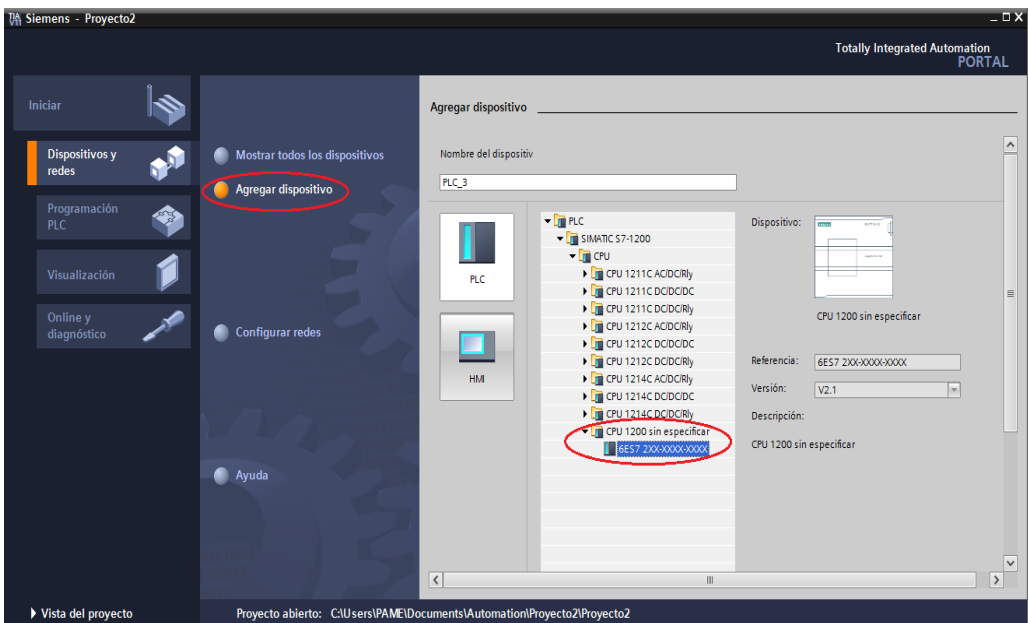

Figura 5. CPU 1200 sin especificar.
5.8. Después de haber dado clic en “Configuración de dispositivo” se visualiza una nueva ventana en donde está seleccionada por defecto la opción “Mostrar todos los dispositivos” (Figura 5). Ir al ícono donde dice “Agregar dispositivo”, aquí se visualizan todas las CPU con las que puede trabajar el PLC dependiendo de su configuración.